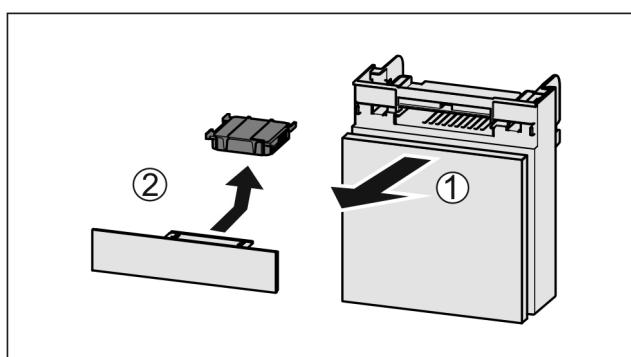

Fig. 94
- Издърпайте Fig. 94 (1) напред от отделението.
- Извадете Fig. 94 (2) филтъра с активен въглен.